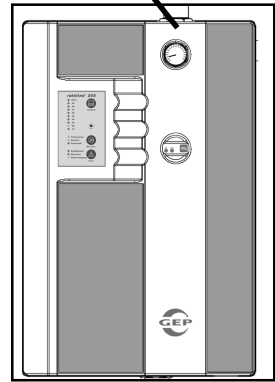

Bild 9
- Absperrhahn mit dem Gegenstück (AG) der 3-teiligen-Verschraubung dicht und fest verbinden.
- Druckleitung dicht mit der 3-teiligen-Verschraubung des Gerätes verbinden, siehe Bild 9.